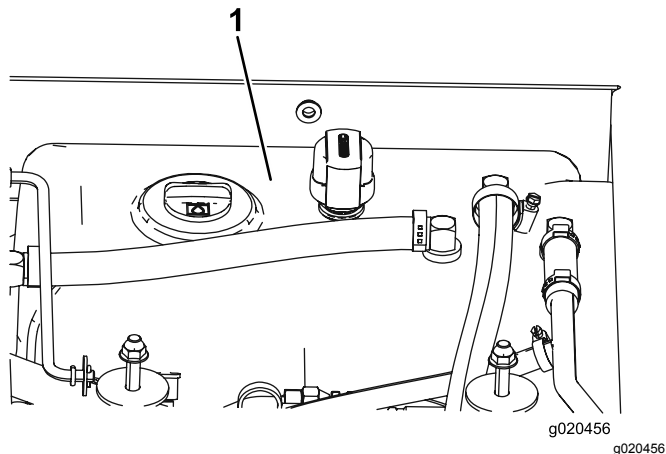

Figura 104
4. Riempite il serbatoio (Figura 104) di fluido idraulico; fate riferimento a Controllo del fluido idraulico \(pagina 74\).